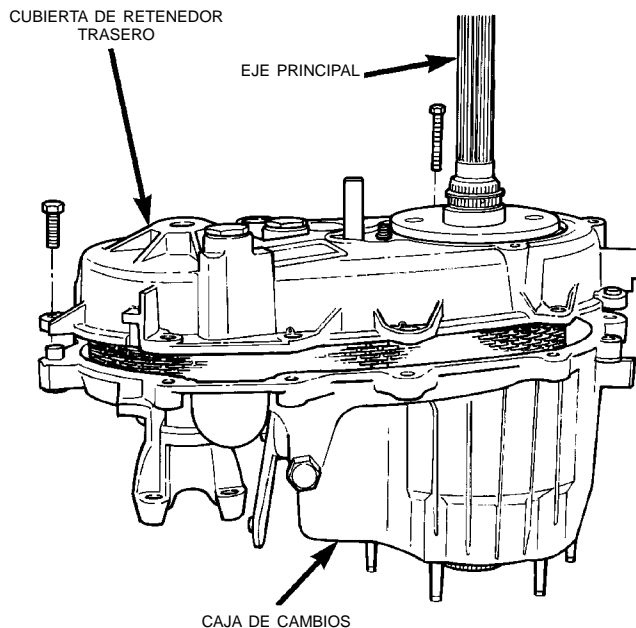

Fig. 26 Desmontaje de la caja trasera
(4) Retire la caja trasera (Fig. 26).